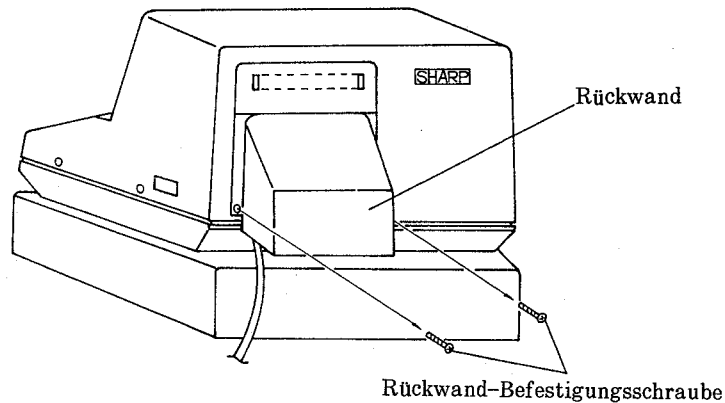

Abb. 30
- (1) Um Ihre Sicherheit zu gewährleisten, die ER-6750 zuerst vom Netz trennen.
- (2) Die Rückwand entfernen.
- b) Die Rückwand nach hinten sowie nach unten ziehen, und dann abnehmen (siehe Abb. 30).